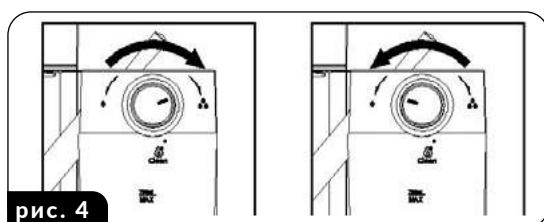

рис. 4
кості піни (рис.4). Ви також можете регулювати інтенсивність піни під час процесу спінювання.
УВАГА! Перед приготуванням кави LATTE відрегулюйте кількість спіненого молока відповідно до ваших уподобань, повернувши ручку дозатора (23) вправо, щоб отримати більше піни, або вліво, щоб зменшити кількість піни (рис.4). Ви також можете регулювати інтенсивність піни під час процесу спінювання.
1. Встановіть обраний фільтр (13) у колбу (10), наповніть її кавою і встановіть колбу в кавоварку.
2. Переконайтесь, що в резервуарі для води (15) є необхідна кількість води, а в резервуарі для молока (19) - необхідна кількість молока.